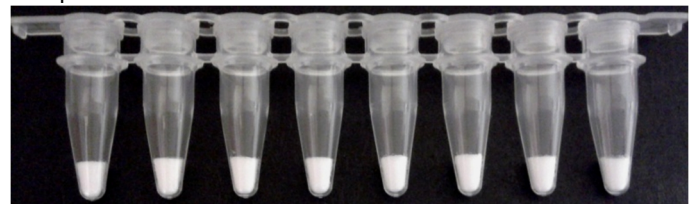

Figura 1
- examine el producto antes de usar para verificar que el contenido tiene un aspecto sólido y blanco (Figura 1). Deseche el producto que tenga signos de contaminación por humedad;